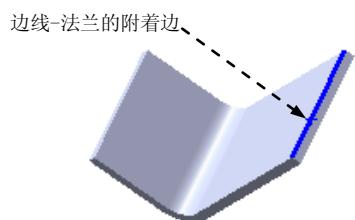

图 10.2.10 选取边线-法兰的附着边
Step3. 定义附着边。选取如图 10.2.10 所示的模型边线为边线-法兰的附着边。